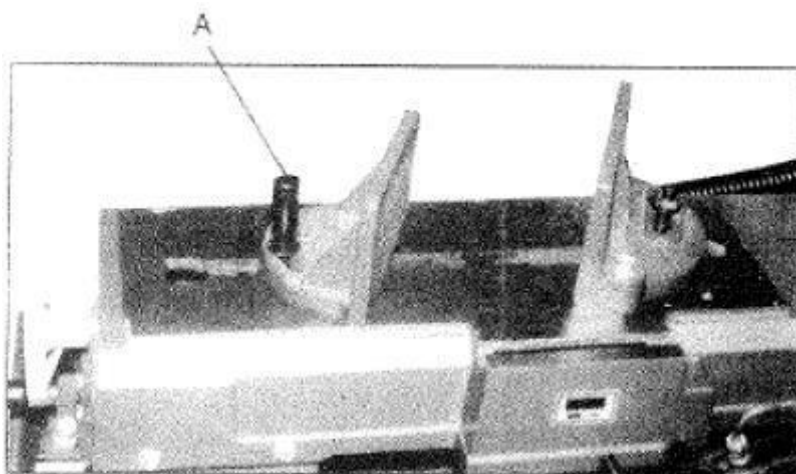

Рис. 8
2. Установить тиски и закрепить как показано на рис. 8. Обратить особое внимание на настройку обеих отверстий.
4. Отрегулировать подвижные тиски параллельно к постоянным, открутив винты (А на рис. 8) и затянуть винт.